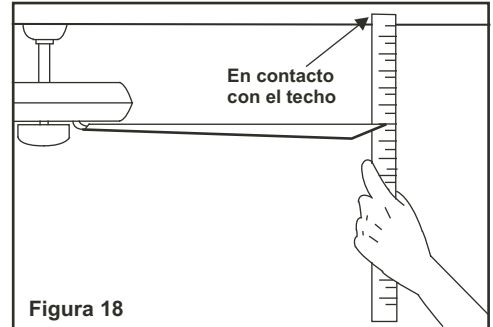

Figura 18
2. La mayoría de los problemas de oscilación se originan cuando los niveles de las aspas son desiguales. Revisar esté nivel por medio de seleccionar un punto del techo por encima de la punta de una de las aspas. Medir esta distancia como se muestra en la Figura 18. Rotar el ventilador hasta que la siguiente aspa esté ubicada para medición. procedimiento para cada aspa. Las medi repetir el das hacer fucional deben mantenerse dentro de 1/8 pulgadas (3mm).